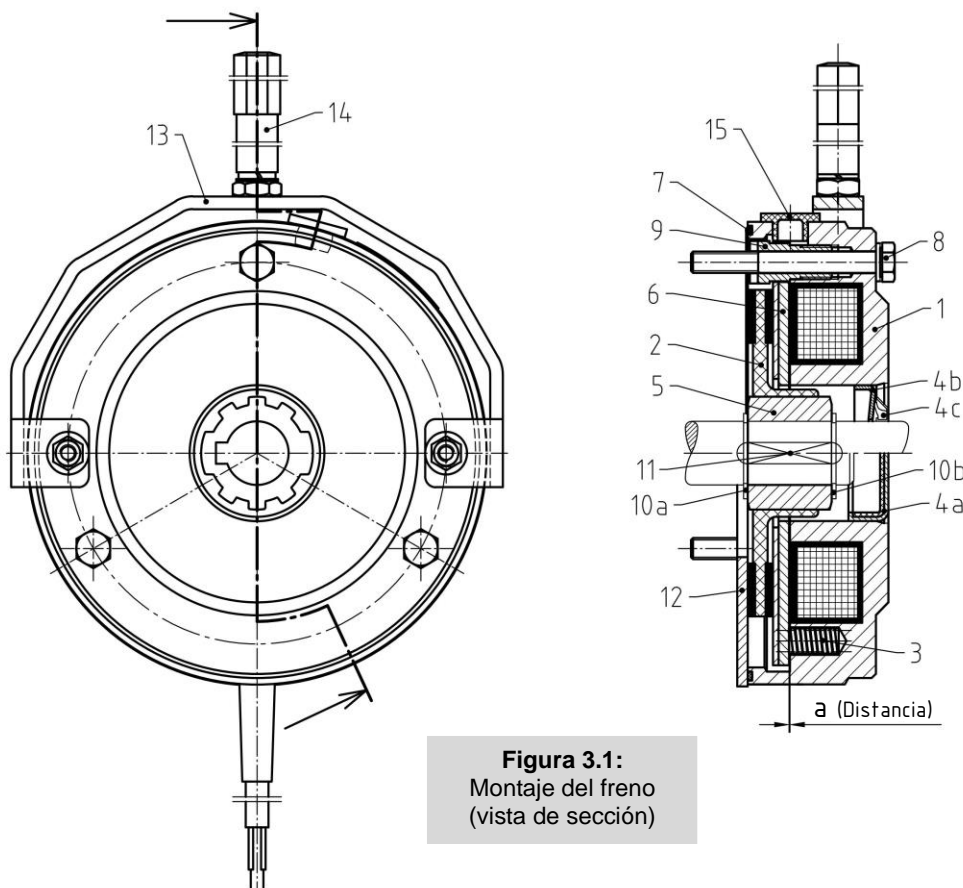

Figura 3.1:
- Si se suministra la superficie de contrafricción en forma de brida (pos. **12**, **figura 3.1**), este componente se fija junto con el freno directamente sobre la placa de rodamiento del motor (véase también 3.1.3, 3.1.4 y figura 3.1). El freno está sellado contra la brida con una junta tórica (pos. **7**) (de forma análoga al protector lateral del motor para frenos sin brida). **Sin embargo, la propia brida no contiene ningún elemento de sellado adicional y debe sellarse a través de su superficie atornillada.**
3.1.3 Buje y rotor (figura 3.1)
3.1.4 Freno (figura 3.1) → **para el montaje de la liberación manual, consulte en primer lugar el punto 3.1.6**
3.1.5 Sellado (figura 3.1)
El funcionamiento continuo no requiere medidas especiales en ausencia de averías. Solo se debe comprobar el **tamaño de la brecha de aire** (que aumenta debido al desgaste del revestimiento de fricción del rotor) de acuerdo con la siguiente lista (véase también: 4.1.3). Para ello, retire temporalmente el tapón (pos. **15**, figura 3.1) en el orificio de inspección. En caso de averías, proceda de acuerdo con 4.2.